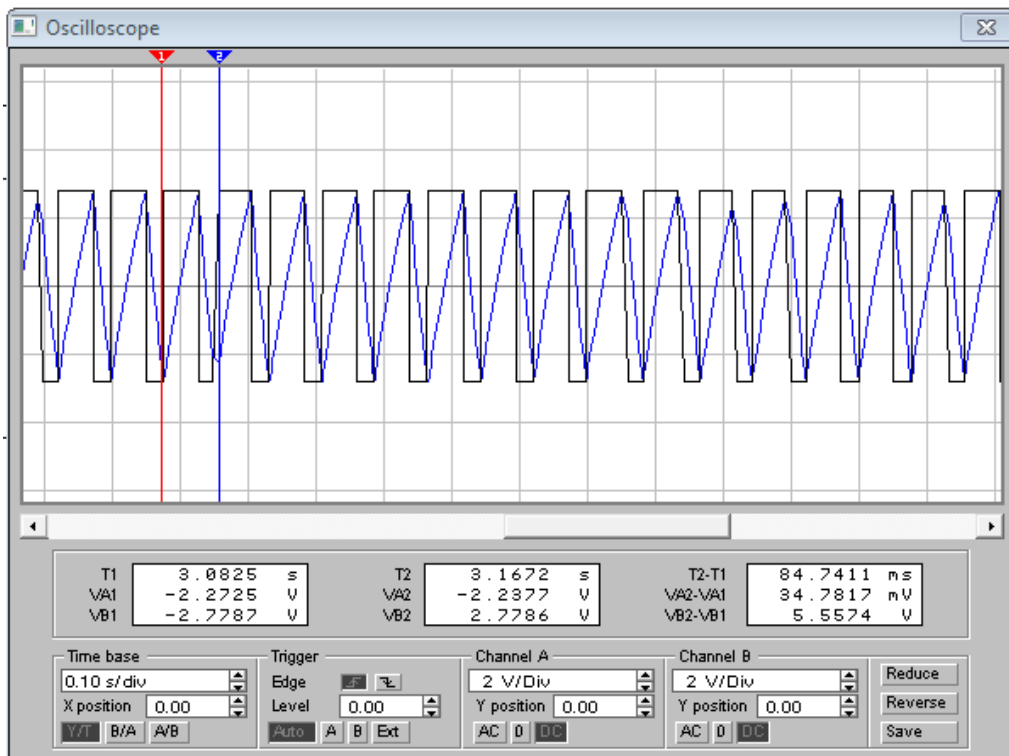

Рисунок 8.12 - Осцилограми напруг на вході і виході операційного підсилювача
17. Замалювати осцилограми напруг на вході і виході операційного підсилювача (рис. 8.12).